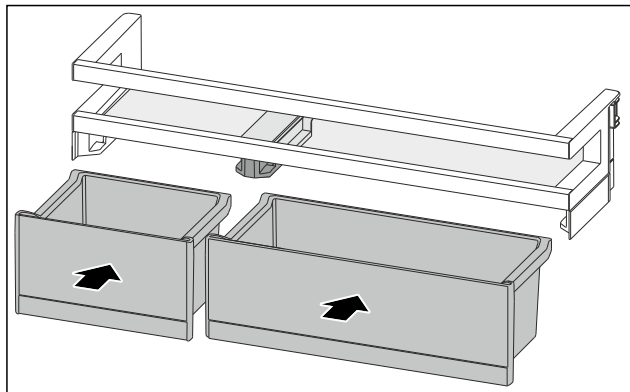

Fig. 116
- Вставте контейнери VarioBox у змінні положення. (див. Fig. 116)